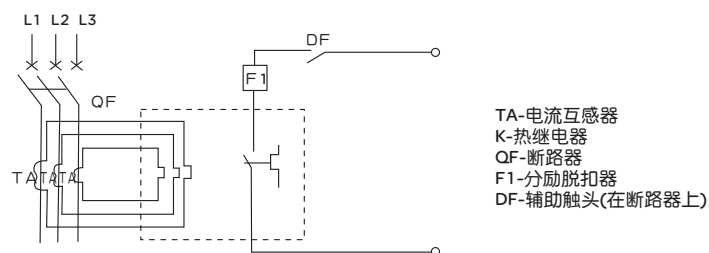

图10 热过载长延时脱扣器原理图
□ 过电流脱扣器热-电磁式过电流脱扣器具有过载长延时和短路瞬时保护功能。电磁式短路瞬时过电流脱扣器是由拍合式电磁铁组成，主回路母线穿过铁心，当发生短路时，由拍合式衔铁动作，使断路器(限流断路器)断开(如图5b、图5c)所示。出厂时，过电流瞬动整定倍数已调整完毕，用户不得自行调节。热式长延时过电流脱扣器是由速饱和电流互感器与带温度补偿的热继电器组成。当有过载电流发生时，热继电器中的动合触头闭合使分励脱扣器动作，从而使断路器(限流断路器)分断。速饱和互感器与热继电器的接线原理，热继电器与分励脱扣器的联接原理见图10。